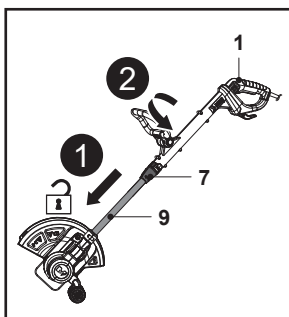

Fig. 9A (position initiale 90°)
2. Faire glisser le bouton de déverrouillage (7) vers le bas et tourner la poignée principale (1) dans le sens inverse des aiguilles d'une montre tout en maintenant la perche inférieure (9) pour régler la tête de coupe-bordures (12) à un angle de 0° (Fig. 9A, B). Relâcher le bouton de déverrouillage (7) et continuer à tourner la poignée principale (1) jusqu'à ce qu'elle s'enclenche. S'assurer que le bouton de déverrouillage (7) s'enclenche.